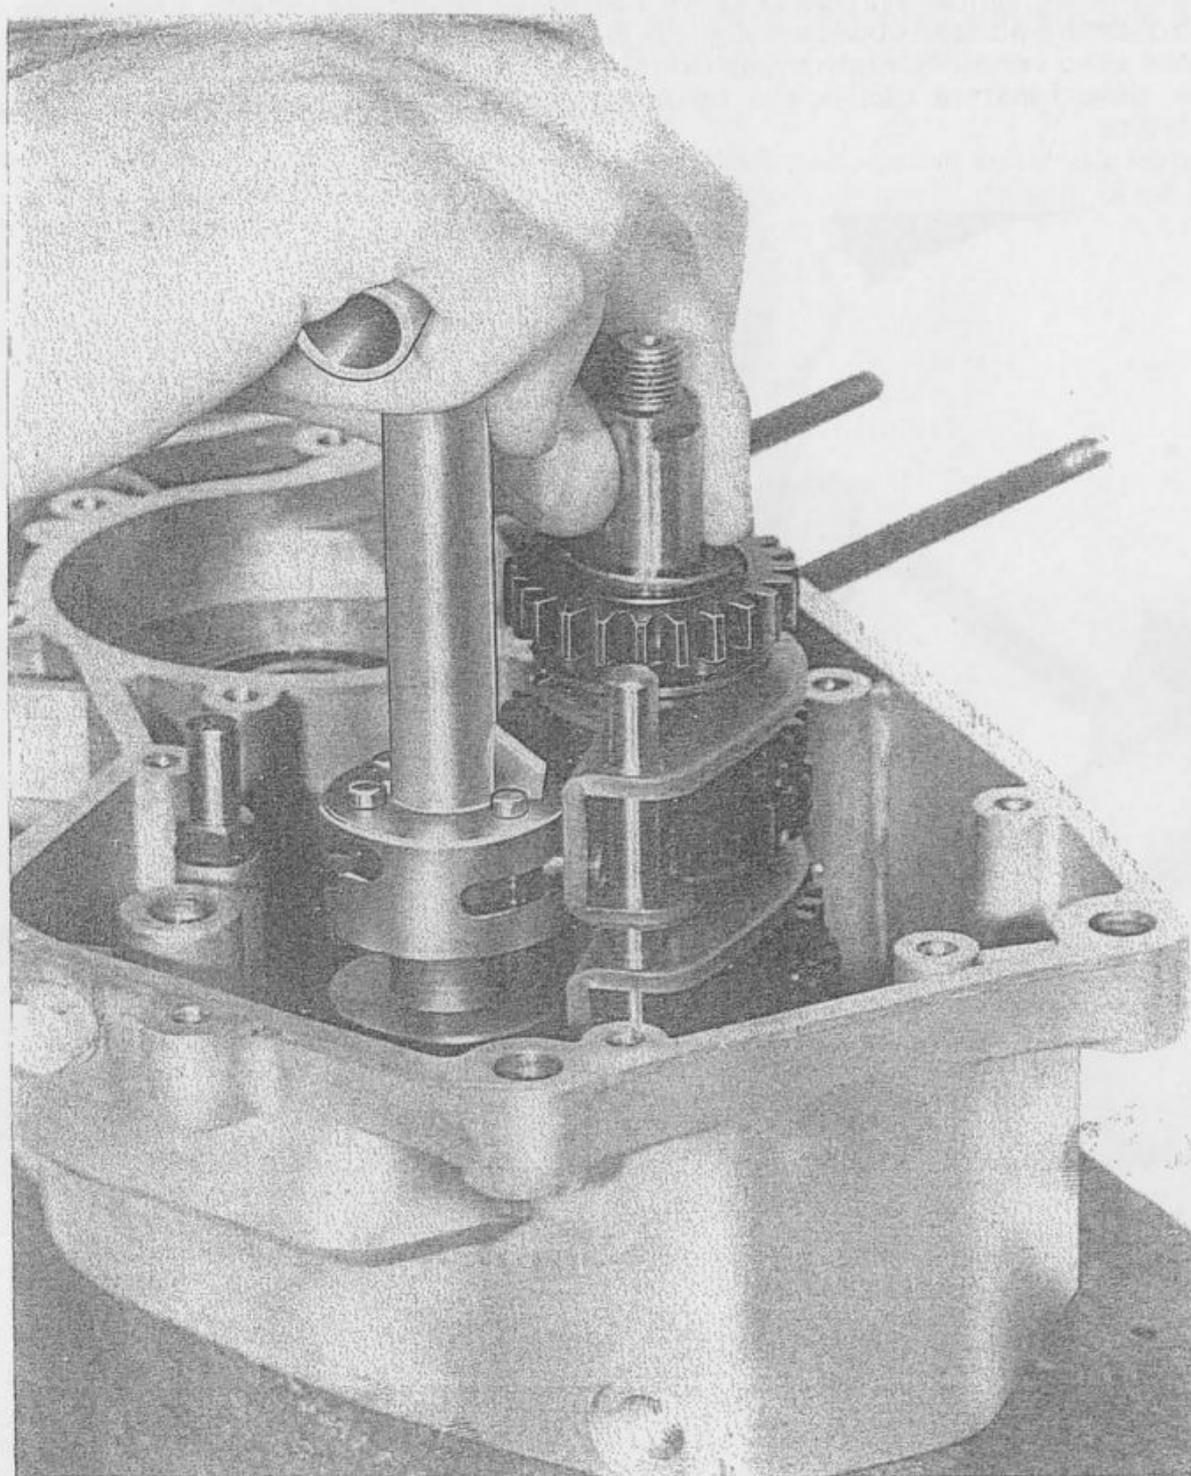

Fig. 30 - Verifica innesto marce
- Dopo avere montato l'albero a cammes, è necessario controllare che si abbia regolarmente l'innesto di tutte le marce, dalla 1^a alla 6^a velocità, ruotando l'albero a cammes da una estremità all'altra. Questa operazione può essere agevolata, facendo uso di uno speciale attrezzo, che applicato sulla cammes stessa, consente di farla ruotare facilmente (fig. 30).